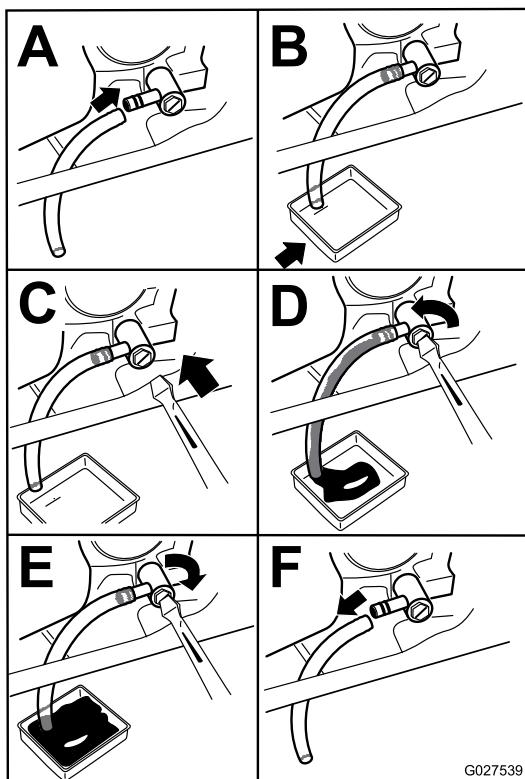

Figura 41
4. Spurgate l'olio dal motore (Figura 41).